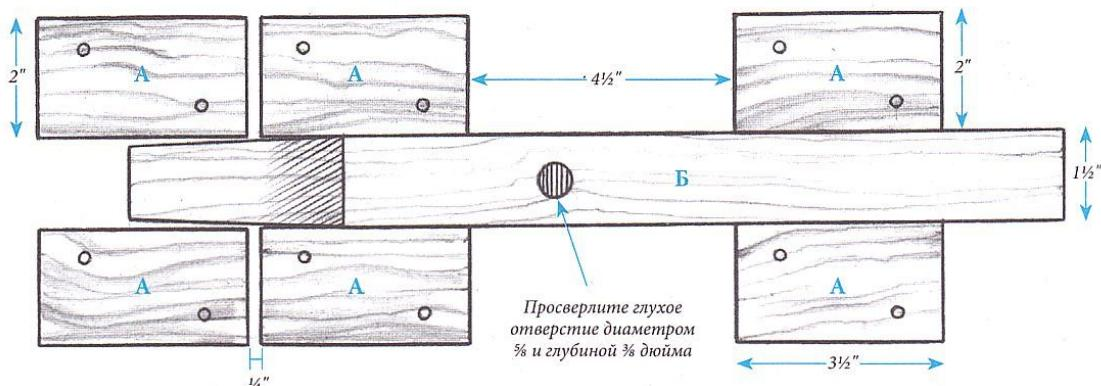
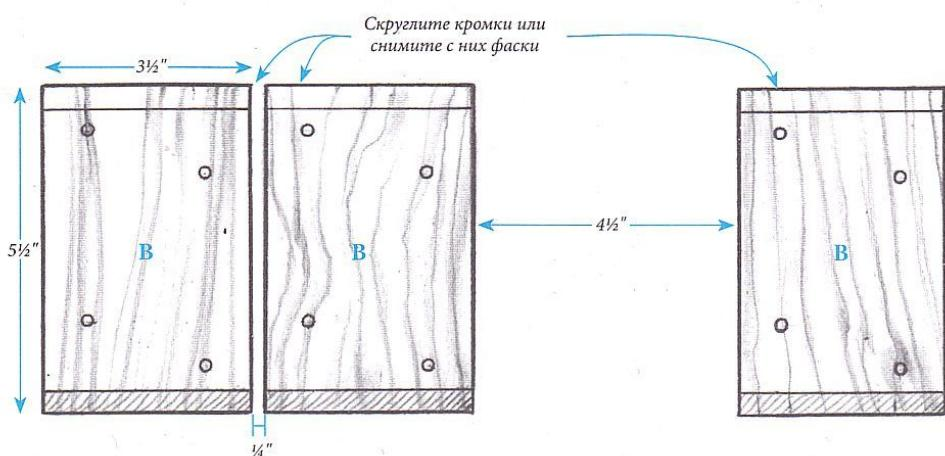

РИСУНОК 2
РИСУНОК 3
Распиливание пиломатериалов. Из доски сечением 1×4 дюйма вырежьте шесть внутренних блоков (A) засова длиной по 2 дюйма, одну заготовку для засова (Б) размером $15\frac{3}{4} \times 1\frac{1}{2}$ дюйма и три внешних блока засова (B) длиной по $5\frac{1}{2}$ дюйма. Снимите с кромок фаски, как показано на рис. 3.
кладине забора внутренние блоки засова (A) гвоздями длиной по 4 дюйма (рис. 2). Затем поверх внутренних блоков засова прикрепите внешние блоки (B) гвоздями длиной 6 дюймов, чтобы засов мог скользить туда и обратно, но при этом не выпадал (рис. 3 и 4).